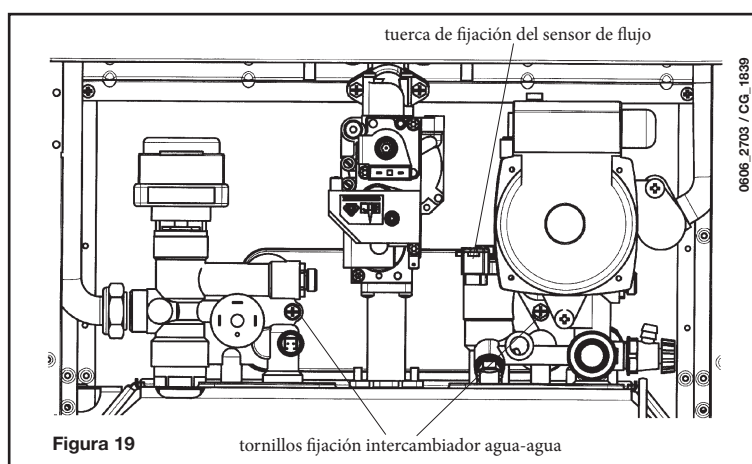

Figura 19
- 2) conectar los conductores de la válvula de 3 vías (blanco-rojo-negro) como se ilustra en la figura 19;
- quite los dos tornillos (visibles desde la parte frontal) que fijan el intercambiador agua-agua y extraiga el intercambiador (figura 19).
- Desenrosque la tuerca del grupo sensor de flujo (figura 19).